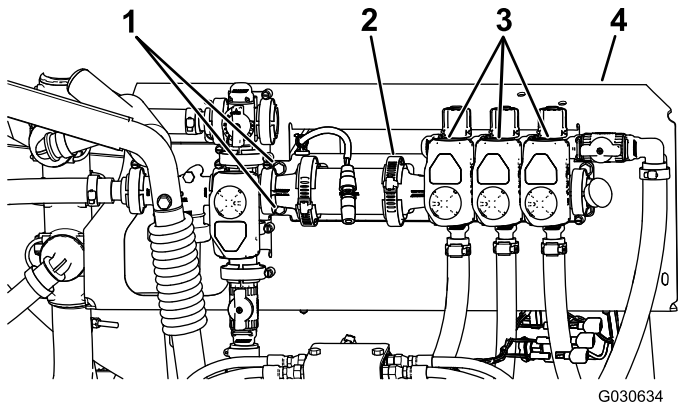

Figura 4
- 2. Desaperte, mas não retire, os parafusos que prendem o conjunto da válvula da rampa ao suporte de montagem (Figura 4).
- 3. Desaperte o grampo existente do tubo que prende a válvula KZ ao conjunto das válvulas das rampas (Figura 4).